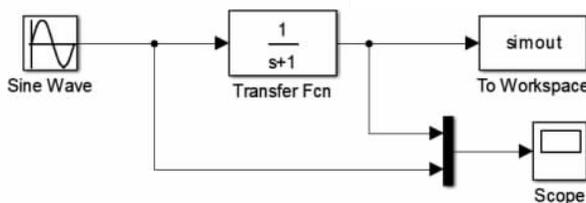
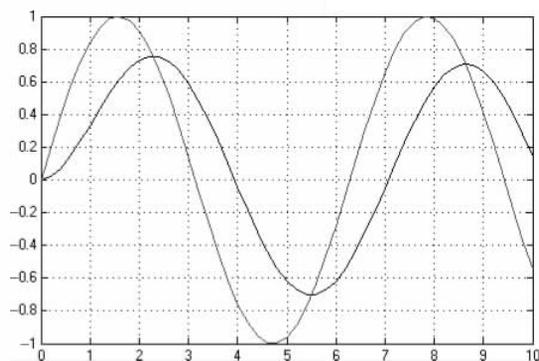

图 3-38 Transfer Fcn 模块使用
图 3-39 Transfer Fcn 模块示波器时钟变化图
- (1) Numerator coefficients: 表示传递函数分子系数, 系统默认值为 [1]。
- (2) Denominator coefficients: 表示传递函数分母系数, 系统默认值为 [1 1]。
- (3) Absolute tolerance: 表示模块状态的绝对容限, 默认值为 auto。
- (4) State Name (e. g. , 'position'): 表示状态空间的名字, 用户可以不加以定义。
- 搭建 Transfer Fcn 模块如图 3-38 所示。运行仿真文件, 输出结果如图 3-39 所示。